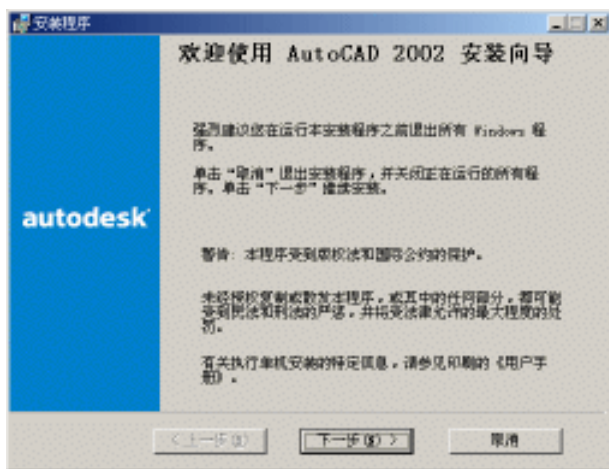

图 1-1
(1)将 CAD 光盘放入光驱中。并双击桌面上的我的电脑图标,打开光盘。(有些会自动启动光盘。)随后,出现安装向导对话框,如图 1-1 所示。
第三种：按 Alt+F4 键也可弹出如图 1-1 所示对话框，余下的与第一种方法相同。